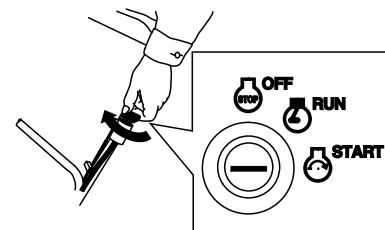

Figura 18
- Gire la llave de contacto a la posición de Arranque; cuando el motor arranque, suelte la llave (Figura 18).